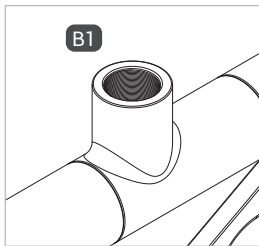

Figure 1
- ▶ Vissez hermétiquement l'entrée fluide « B1 » à l'embout de raccordement de la conduite de fluide (*Figure 1*). Couple de serrage du filetage dans la partie inférieure, voire le tableau *Page 19*.